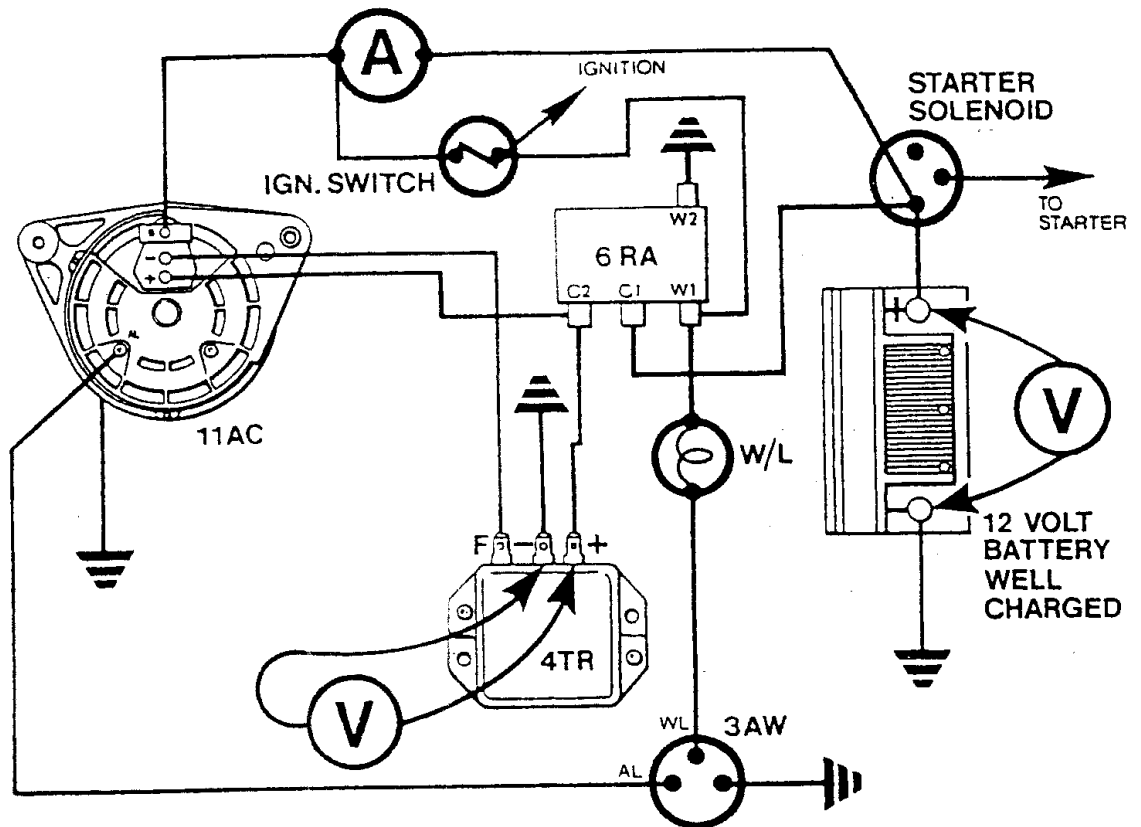

Fig. 74 Checking voltage regulator setting (4TR)
(A) avec l' ampèremètre inséré dans la sortie principal, connecter un voltmètre aux bornes de la batterie. Voir Fig. 74.